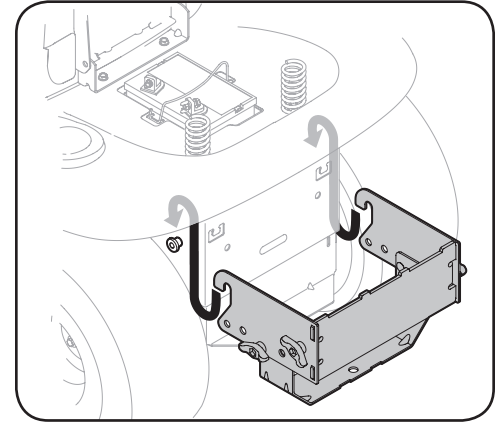

Figura 4-5
1. Coloque los extremos con gancho del conjunto de montaje sobre los pernos con reborde en la parte posterior del bastidor del tractor, como en la Figura 4-5, y alinee el orificio central de la ménsula de soporte del enganche con el orificio del enganche del tractor.